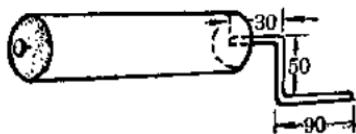

图 5
3. 做转筒 在 $\phi 50$ 毫米的圆木棍两端的圆心上，分别钉上长钉和磨尖的粗钢丝摇把（劳动车用钢丝），长钉留出 15 毫米，钢丝需先按图所示的尺寸和形状弯成摇把（图 5）。